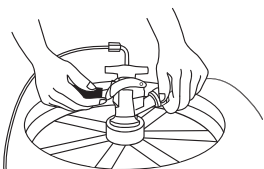

fig. 4
4. Assurez-vous que le robinet de la tour de bière est en position fermée (poignée pointant vers l'arrière) avant de connecter le robinet au fût. Pour sécuriser la connexion du réservoir, tirez la poignée de tirage et poussez vers le bas jusqu'à ce qu'elle se verrouille en position. Écoutez le "clac" de la poignée de tirage lorsqu'elle passe en position finale vers le bas (Fig. 4 - ci-dessous). Cela ouvrira les soupapes de bière et de gaz. Le fût est maintenant tiré.